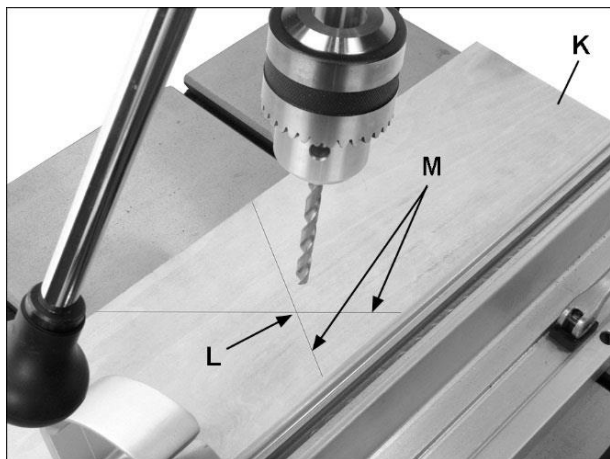

Рис. 8-10
6. Разместите доску (К, рис. 8-10) горизонтально на столе. Не позволяйте доске смещаться из этого положения, если потребуется, закрепите прижимами. Опустите сверло вниз, пока оно не оставит небольшой след-отверстие в доске, затем поднимите сверло вверх.
8. Отрегулируйте другой лазерный узел тем же способом, пока линии лазера не сформируют четкого пересечения точно в следе-отверстии доски, как показано на рис. 8-10.